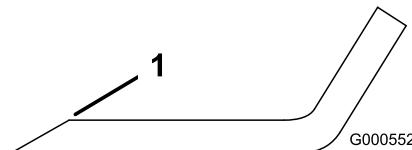
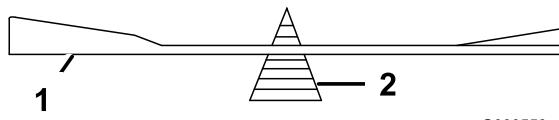

Figure 46
Figure 47
1. Au moyen d'une lime, aiguissez les tranchants aux deux extrémités de la lame (Figure 46). Veillez à conserver l'angle de coupe d'origine. Limez la même quantité de métal sur chacun des deux tranchants pour ne pas déséquilibrer la lame.
2. Vérifiez l'équilibre de la lame en la plaçant sur un équilibrEUR (Figure 47). Si la lame reste horizontale, elle est équilibrée et peut être utilisée. Si la lame est déséquilibrée, limez un peu l'extrémité de la partie relevée seulement (Figure 46). Répétez cette procédure jusqu'à ce que la lame soit équilibrée.